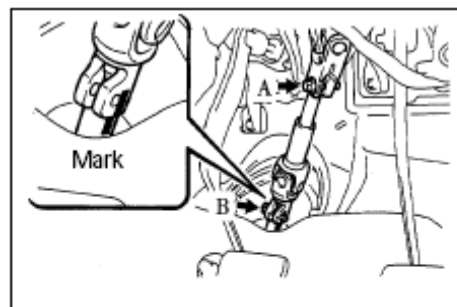

Рис. 24
13. Отсоедините блок промежуточного вала №2 системы рулевого управления (см. Рис. 24). Демонтировав щитки рулевой колонки на кузове.